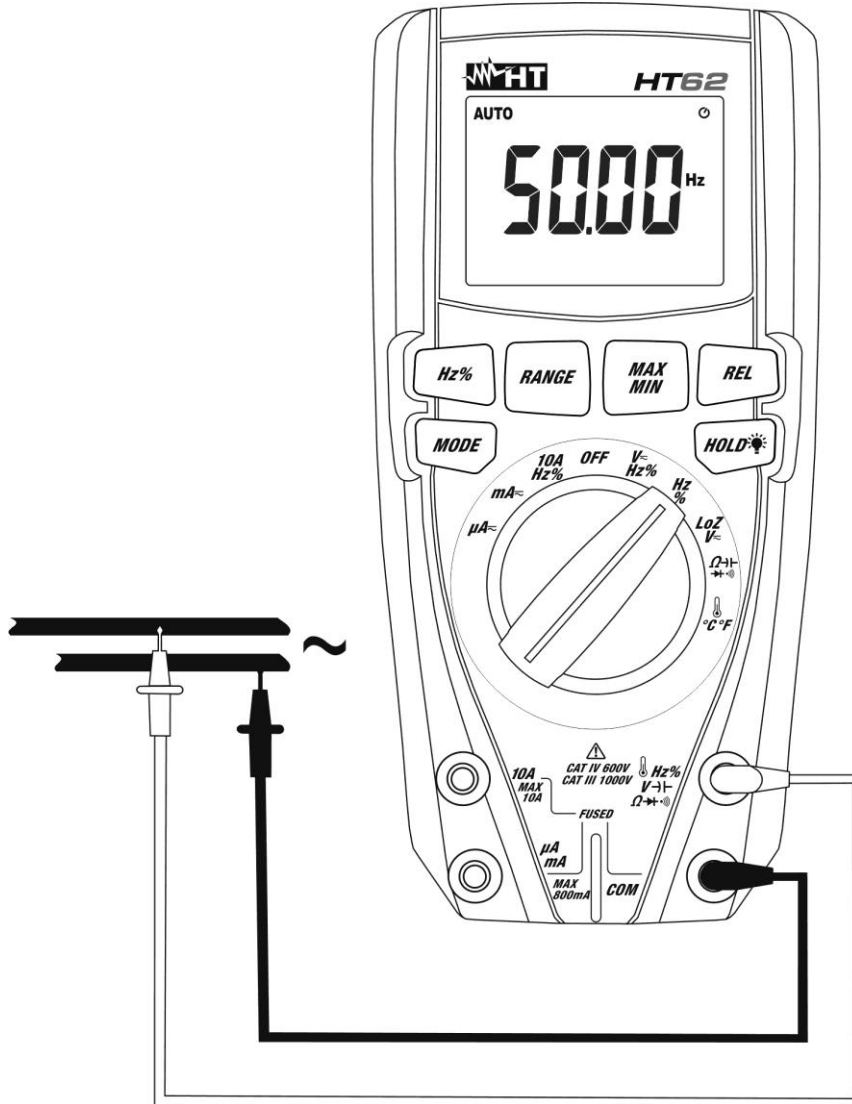

Fig. 5: Uso del instrumento para medida de Frecuencia y Duty Cycle
4. Posicione la punta roja y la punta negra respectivamente en los puntos del circuito en examen (vea Fig. 5). El valor de la frecuencia (Hz) o duty cycle (%) se muestra en pantalla. La barra gráfica no está activa en estas funciones